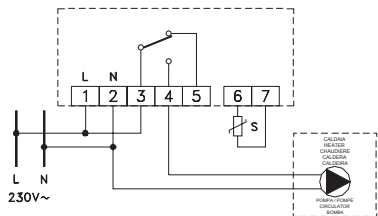

Fig. 5 Esempio di collegamento elettrico del Termostato per funzione riscaldamento con una caldaia.
4. Realizar as ligações eléctricas seguindo o esquema das Fig. 5, 7 ou 8.
4. Eseguire i collegamenti elettrici seguendo lo schema di Fig. 5, 7 o 8.